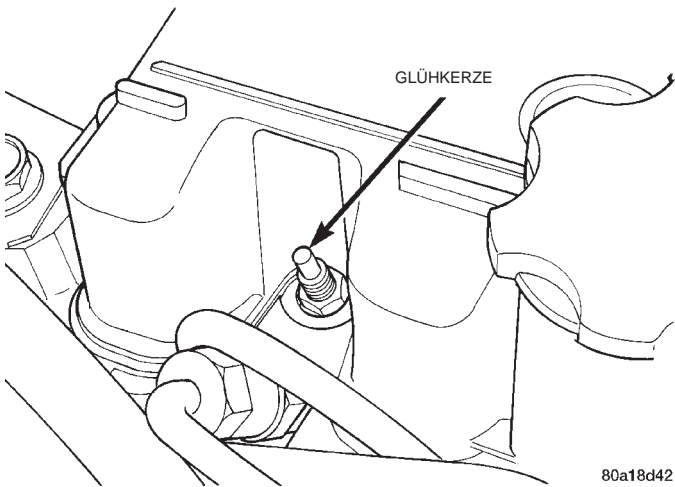

Abb. 21 Glühkerze
Die Glühkerzen sitzen oberhalb der Einspritzventile (Abb. 21). Es sind vier Glühkerzen eingebaut.
- (4) Die Glühkerze aus dem Zylinderkopf herausdrehen (Abb. 21).